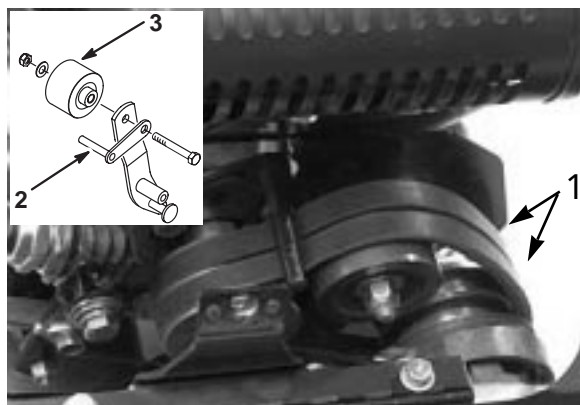

図 41
- 8 . ベルト・ガイド (図41) を以下のように調整しておく、エンジンを使わずに機体を移動させる時に楽に作業することができる：